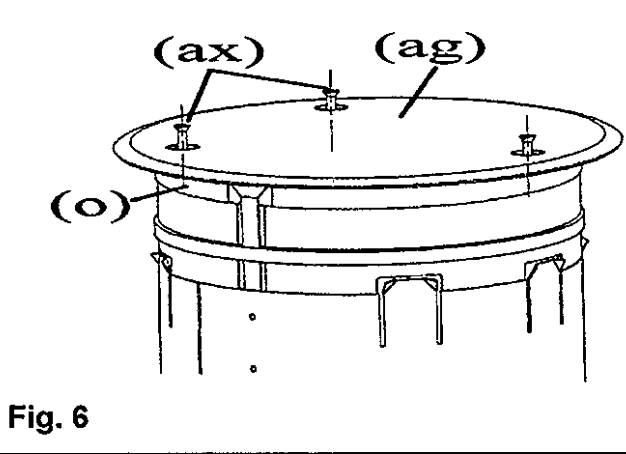

Fig. 6
2. Retirer le couvercle en enlevant les vis (ax) rattachant le couvercle de la boîte. Consulter la Fig. 6.
2. Quitar el conjunto de la tapa retirando los tornillos (ax) que fijan la tapa a la carcasa. Ver la Fig. 6.